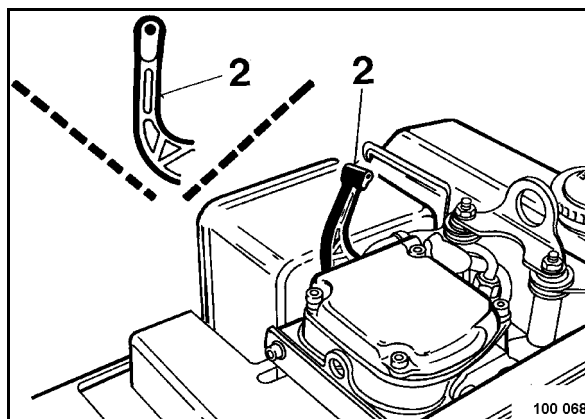

Рис. 24
После 5 оборотов пусковой рукоятки декомпрессионный рычаг (2) (Рис. 24) должен повернуться обратно в свое исходное положение.